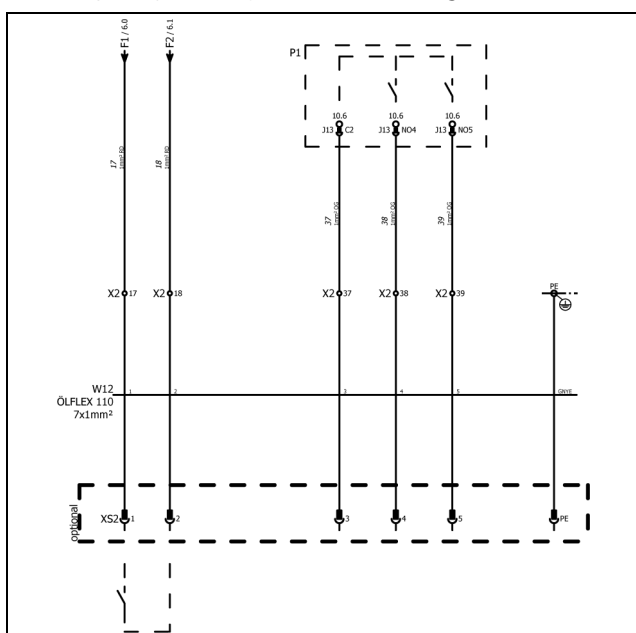

Abb. 30: Systemmeldung
- Schließen Sie die entsprechend gekennzeichneten Adern des Anschlusskabels gemäß dem Elektroschaltplan (Abb. 30) an die Steuerung an.